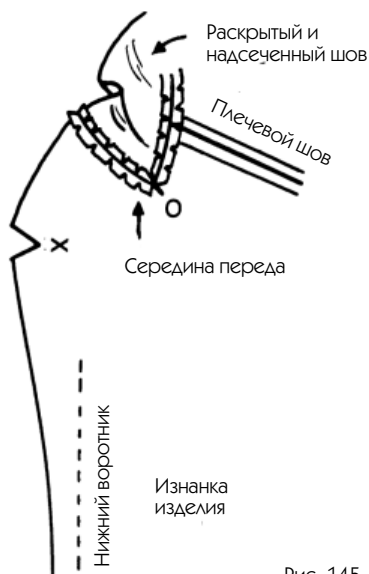

Рис. 145
5. Сборка нижнего воротника (рис. 145).
— В независимости от того, предусмотрена прокладка или нет, нижняя часть воротника всегда втачивается в горловину. Затем на шве делаются засечки и он разутюживается. Сборка показана на рис. 145.